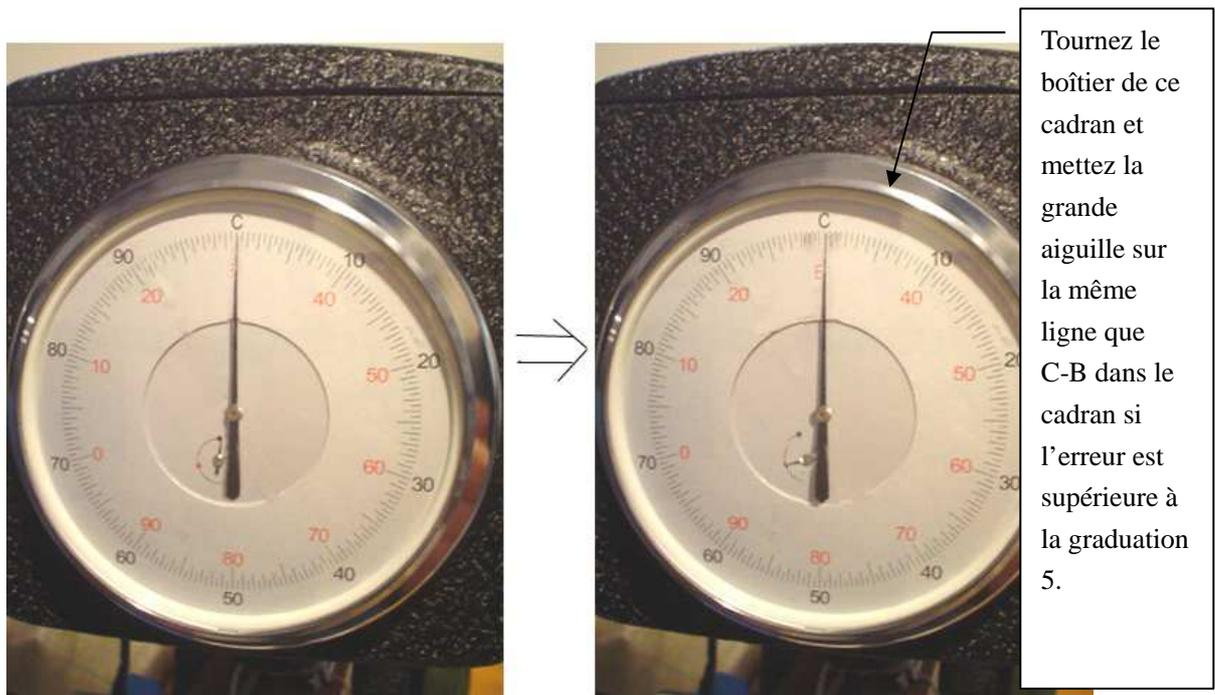

Figure 5
- D. Faites monter doucement le plateau de travail (Pièce n° 27, **Figure 4**) pour soutenir le pénétrateur jusqu'à ce que la petite aiguille soit sur la marque rouge, la grande aiguille tourne 3 fois et s'arrête à la verticale comme sur la photo de droite, **Figure 5**.
- E. Tournez le boîtier extérieur du cadran pour mettre la grande aiguille sur la même ligne que C-B comme indiqué à la **Figure 5**.